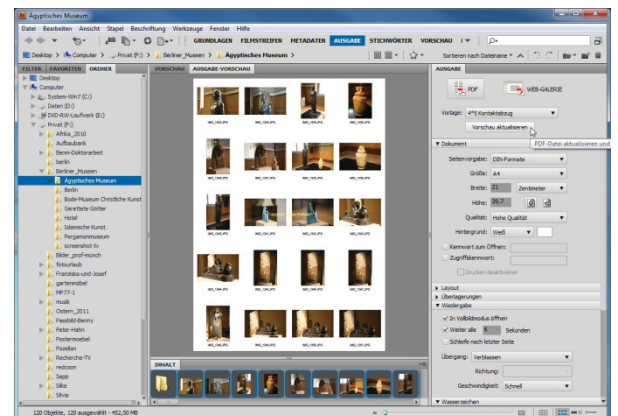

Abb. 12-15: Kontaktabzug einer Bilderserie
In ADOBE BRIDGE steht eine Funktion zur Verfügung, mit der schnell und komfortabel eine Bilderserie als PDF-Datei speichern kann, z.B. zur Präsentation als selbstlaufende Diashow, Kontaktabzug oder Bild-Dokumentation. Seit CS 4 wird sie nicht mehr über das M WERKZEUGE aufgerufen sondern über den ARBEITSBEREICH AUSGABE (Abb. 12-15).
- Unter VORLAGE stehen Standardvarianten zur Verfügung, um Dokumente unterschiedlichster Art zu generieren, darunter auch *Kontaktabzug*, um mehrere Bilder auf einer Seite darzustellen (Abb. 12-15) und *Größe maximieren, eine Vorlage, die sich gut für Diashows eignet*. Zu jeder Vorlage gibt es eine Fülle an Einstellmöglichkeiten.